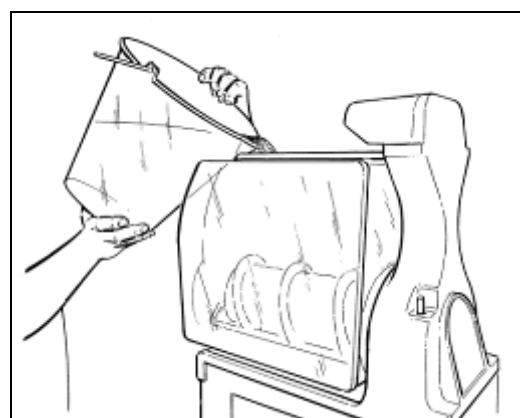

Fig. 19
- Versare il prodotto ottenuto nella vasca rispettando il limite massimo segnato sulla vasca (vedi fig.19).